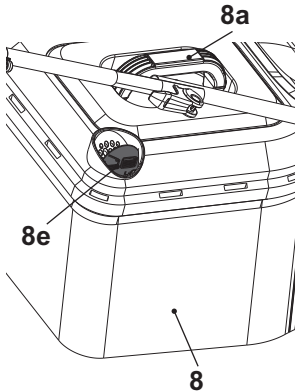

Fig. 13
1. Cuando la escotilla (8e) está abierta, el recogedor de césped tiene suficiente volumen para recoger el césped (Fig. 13)